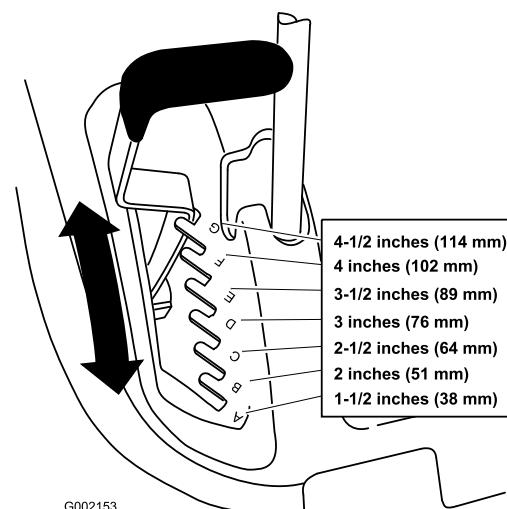

Figure 12
- Relevez le levier de sélection de hauteur de coupe en position de transport (qui correspond aussi à la hauteur de coupe de 114 mm) (Figure 12).
- Pour régler la hauteur de coupe, tirez sur le levier de hauteur de coupe et sélectionnez la position souhaitée (Figure 12).